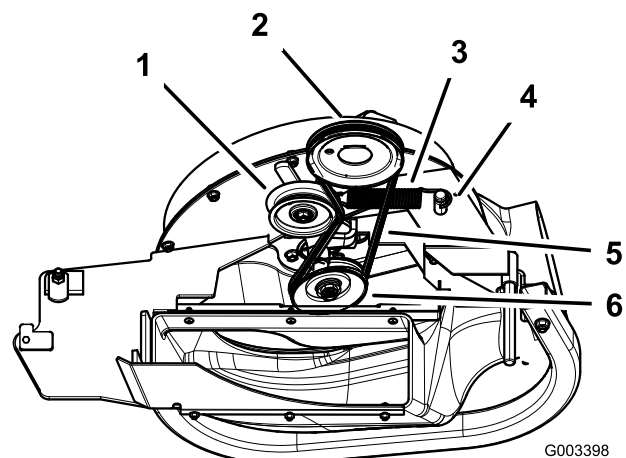

Figure 12
1. Installez la courroie autour de la poulie du ventilateur (Figure 12).
2. Montez le ressort sur le bras de la poulie de tension et l'ergot du ventilateur (Figure 12).